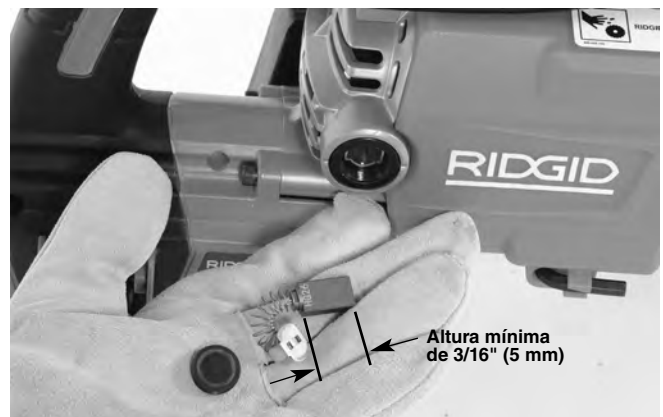

Figura 22 – Reemplazo de los cepillos
2. Extraiga las tapas de los cepillos, notando su orientación. Haga la inspección de los cepillos. Reemplace los cepillos cuando estén desgastados y tengan una altura inferior a 3/16 pulgada (5 mm). *Vea la Figura 22.* Inspeccione el conmutador para ver si está desgastado. Si tiene un desgaste excesivo, encomiende la máquina a servicio. Limpie la cavidad de los cepillos con un paño limpio.